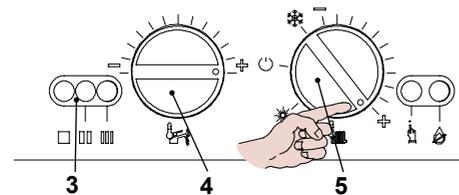

Figura 7.5
- Ruotare il selettore 5 come in Figura 7.5